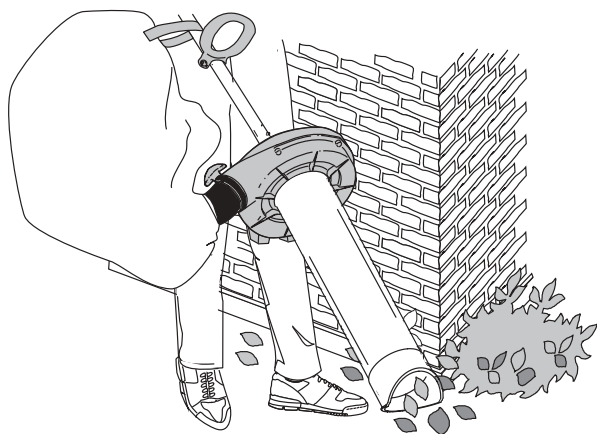

Fig. 8
1. La aspiradora se puede usar para limpiar alrededor de piedras, debajo de arbustos y árboles, a lo largo de paredes o para aspirar montones de desechos creados por el soplador. (Fig. 8)